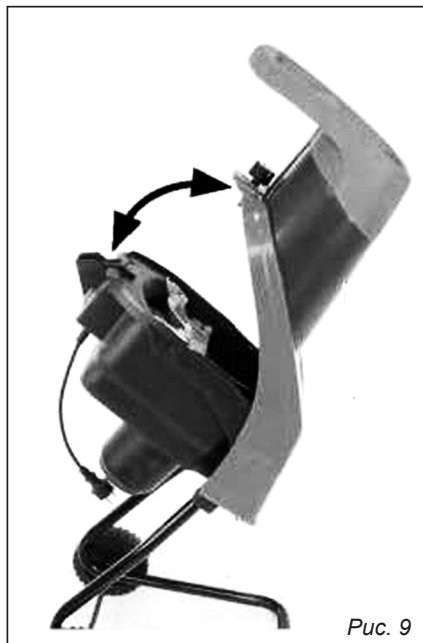

Рис. 9
- Наклоните загрузочную воронку, открутив винт фиксации (рис. 9).